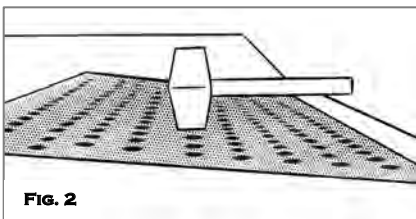

FIG. 2
3. Usando un mazo de goma, pulse toda la superficie de la baldosa, asegurando la consolidación alrededor de los anclajes. (Fig. 2) **NOTA: La instalación de baldosas después de que la humedad haya evaporado de la parte más superficial ayudará a controlar que flote.** Si es necesario, se puede agregar un peso. (Fig. 3)